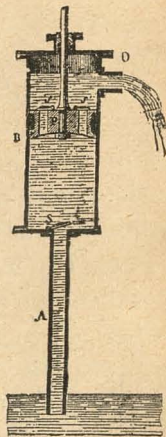

Fig. 62.—Bomba aspirante.
**2. Bomba aspirante.** — *Descripción.*—La *bomba aspirante* (fig. 62) que es la más usada, se compone: 1.º de un tubo de aspiración *A* que va del depósito de agua hasta el cuerpo de bomba; 2.º de un cuerpo de bomba *B* situado á continuación del primero y en cuya extremidad se encuentra un cañón *D* para la salida del líquido al exterior; 3.º de un émbolo *P* sostenido por un sistema de palancas articuladas, gracias á las cuáles se le pone en movimiento; 4.º de las válvulas que son dos, una *S* situada en el punto de unión del tubo de aspiración con el cuerpo de bomba, y otra *S'* que tapa un agujero existente en el émbolo; ámbas se abren de abajo arriba.